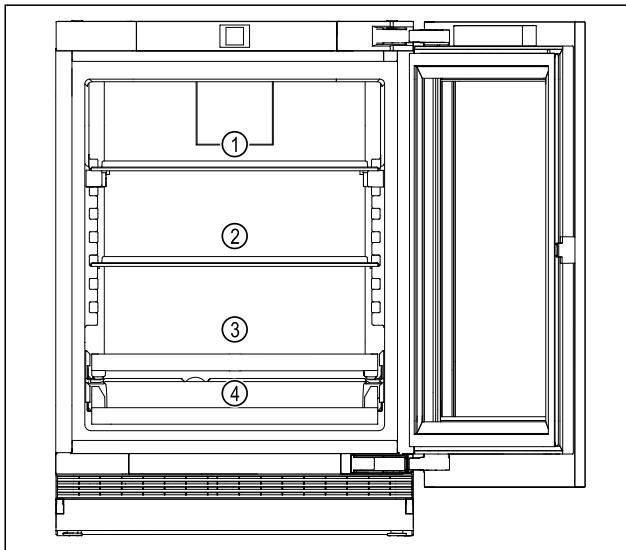

Fig. 5 Représentation à titre d'exemple
- Zone supérieure Fig. 5 (1) : conserver les boîtes de conserve, les petites bouteilles.
- Zone centrale Fig. 5 (2) : conserver les boîtes de conserve, les petites bouteilles.
- Zone inférieure Fig. 5 (3) : conserver les boîtes de conserve, les petites bouteilles.
- Porte-boissons (4) : conserver les boîtes de conserve, les petites bouteilles.